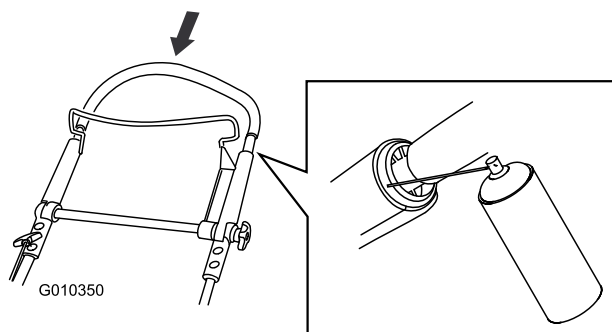

Figure 42
2. Abaissez complètement la partie supérieure du guidon et pulvérisez la surface en plastique intérieure de la poignée extérieure (Figure 42).